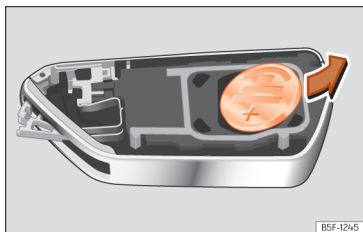

Fig. 70 Clau del vehicle: extracció de la pila.
- Traieu la pila del compartiment amb un objecte fi adequat » » » fig. 70.
- Col·loqueu la pila nova i pressioneu-la en el compartiment per a la pila » » » ①.